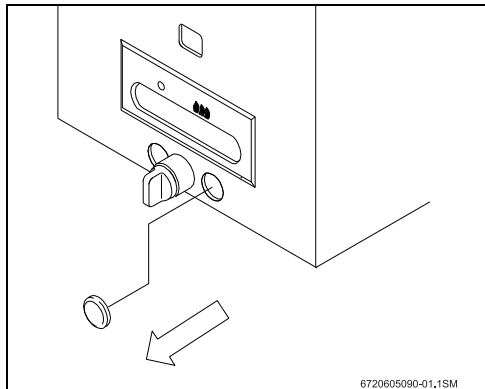

Fig. 1
- ▶ Enlever les bouchons de fermeture se trouvant sur la calandre (voir Fig. 1).